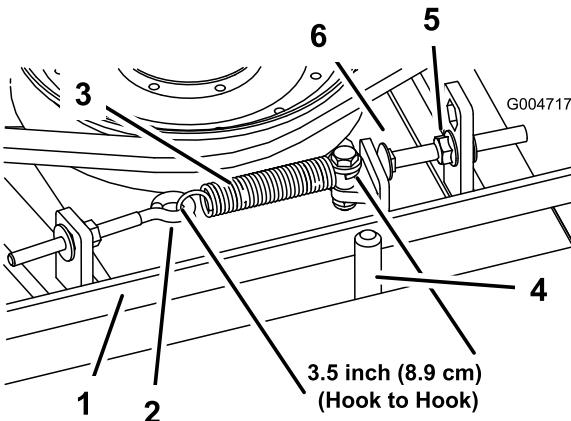

Bild 65
Haken) innen ungefähr 8,9 cm  $\pm$  6 mm betragen. Wenn die Federspannung richtig ist, stellen Sie die Anschlagschraube (Schlossschraube) ein, bis der Abstand zwischen dem Schraubenkopf und dem Spannarm ungefähr  $3 + 1,5 / 0,0$  mm beträgt (Bild 65).
**Hinweis:** Achten Sie darauf, dass der Riemen auf der Federseite der Riemenführung positioniert ist (Bild 65).
2. Lösen Sie den Augenbolzen, um die Verlängerungsfeder abzunehmen (Bild 65).
3. Lösen Sie die Bundmutter, mit der die Anschlagschraube an der Befestigungslasche befestigt ist. Schieben Sie die Mutter so weit zurück, dass der Spannarm an der Anschlagschraube vorbeigeführt werden kann (Bild 65). Bewegen Sie die Spannscheibe vom Riemen weg, um diesen zu entspannen.
- Setzen Sie die Verlängerungsfeder (Bild 65) wieder in den Augenbolzen ein und spannen Sie den Riemen wie folgt: